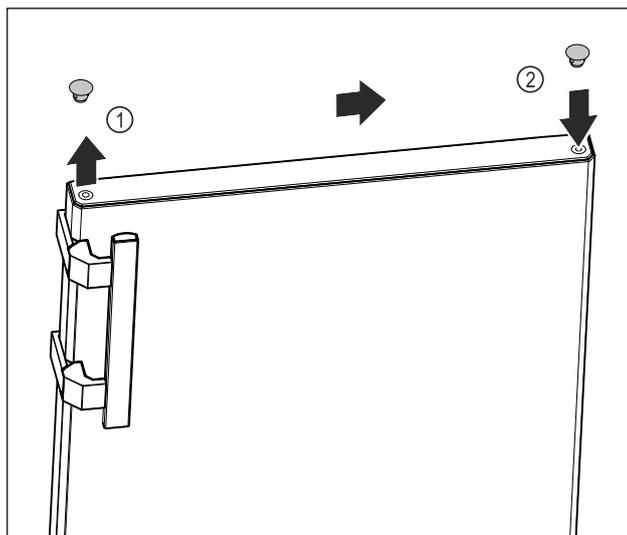

Fig. 13
- ▶ Zdvihnite opatrne kryciu zátku hornej strany dverí Fig. 13 (1) pomocou plochého skrutkovača.
- ▶ Nasadíte kryciu zátku na opačnú stranu. Fig. 13 (2)